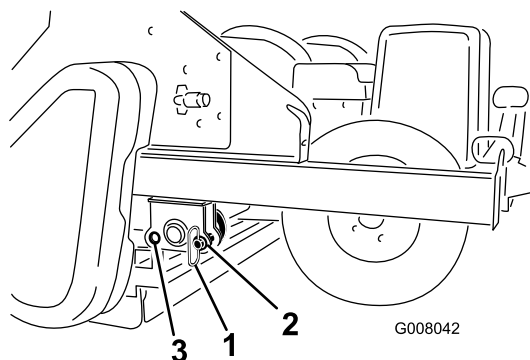

Figure 15
14. Sortez les goupilles de remisage des trous avant et insérez-les dans les trous arrière en cours de fonctionnement (Figure 15).